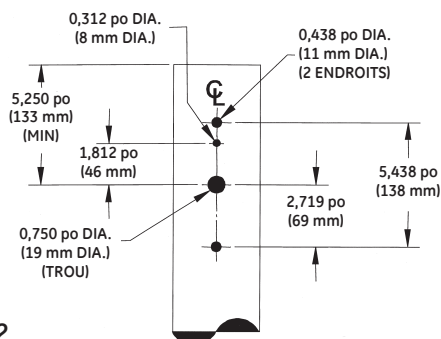

FIGURE 2
- La configuration des trous sur le poteau rond doit être conforme à la figure 2.